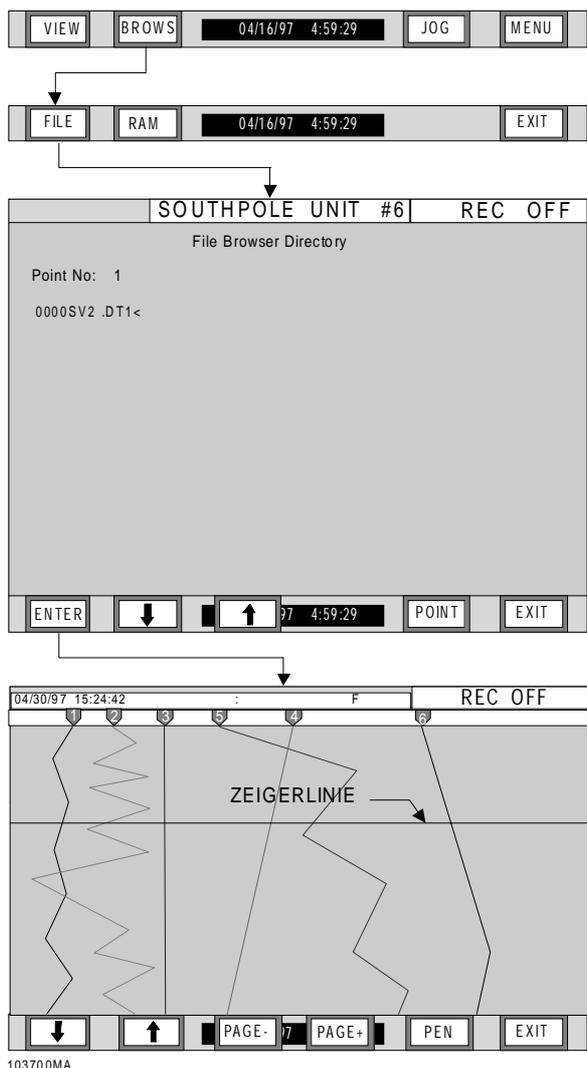

Bild 3-4 Ablaufdiagramm Dateisuchlauf
c. Dateisuchlauf – Ein Dateisuchlauf ist nur möglich, wenn der Kanal aktiv ist, der zur Quelldatei gehört. Die Suchlauffunktion wird über die beiden Tasten **BROWS** und **FILE** ("Datei") aufgerufen. Wählen Sie mit den Tasten ↑ und ↓ die Quelldatei, und bestätigen Sie mit **ENTER** (Bild 3-4 zeigt das Ablaufdiagramm). Der Dateisuchlauf ist nun aktiv.